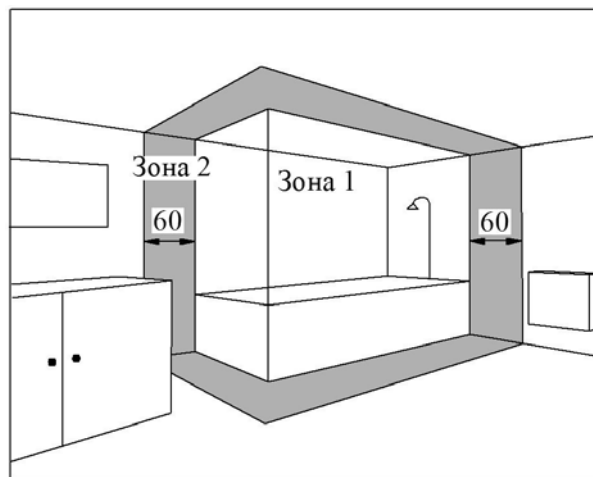

Рис.4
4.5 Конвектори з виконанням оболонки IP24 допускається встановлювати в приміщеннях з підвищеною вологістю – ванних кімнатах, душових, басейнах (рисунок 4). При цьому установка конвектора забороняється: